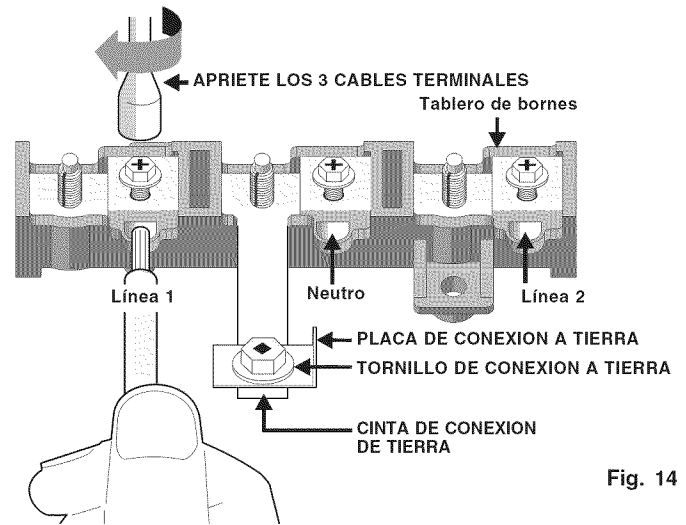

Fig. 14
2. **(Conexiones permanentes trifilares y tetrafilares)** Desdoble el aislamiento de los extremos del cableado permanente para la Línea 1, Línea 2, Neutro (además desdoble el alambre de conexión a tierra en las conexiones tetrafilares). Apriete los 3 conductores hacia el tablero de bornes (Siga las ubicaciones de los alambres que se muestran en la Fig. 14).